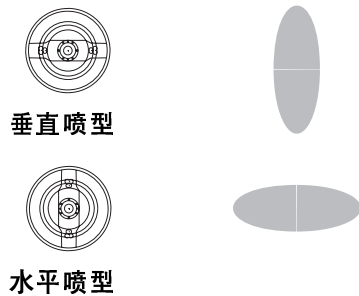

图 11. 空气帽的位置
2. 松开空气帽卡环，并旋转空气帽成垂直或水平喷型。见图 11。拧紧固定环直至空气帽紧紧固定在位置上；不能用手旋转空气帽的角。